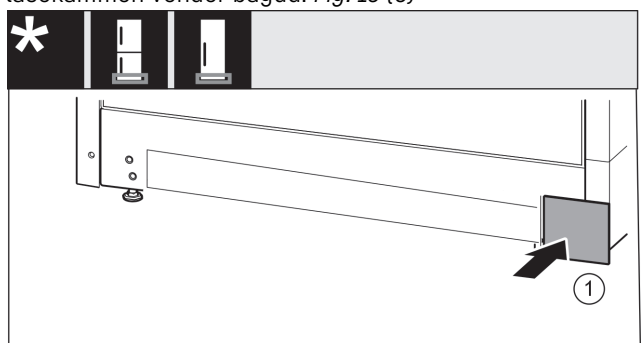

Fig. 14
- ▶ Sæt afdækningen på den anden side igen. Fig. 14 (1)